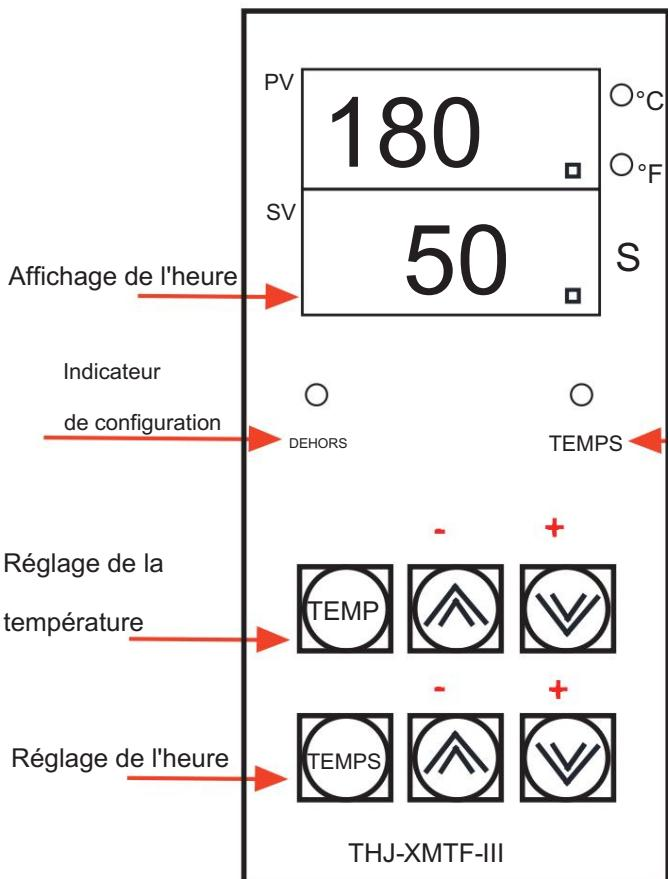

Figure 3
b. Sélection du degré Fahrenheit : comme indiqué dans la figure 3, le « degré Fahrenheit L'indicateur» indique si la température est affichée en degrés Fahrenheit. Comme il existe plusieurs façons de passer des degrés Fahrenheit aux degrés Celsius, les méthodes de commutation spécifiques ne sont pas présentées dans ce manuel d'utilisation. S'il est nécessaire de changer l'unité de température, veuillez contacter le distributeur ou le fabricant ou utiliser la formule ci-dessous :